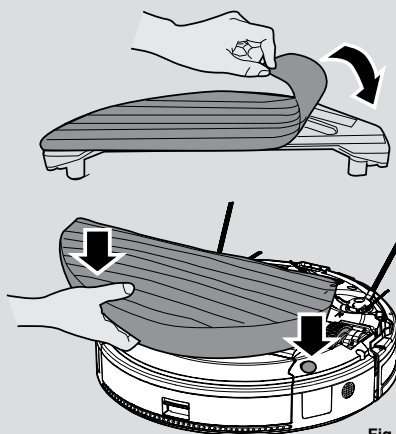

Fig. 15
3. Alinhar o tanque de água com a parte inferior do robô e empurrá-lo para a posição correta até ouvir um clique indicando que está devidamente fixado. [Fig. 15]